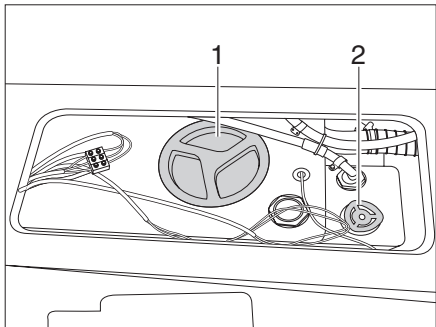
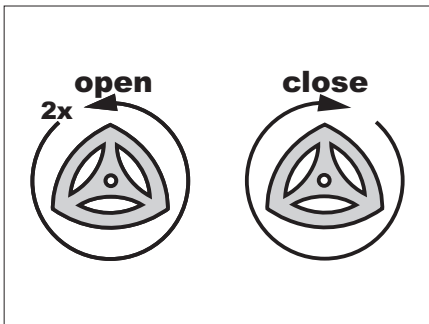

Bild 94 Vattentank
Bild 97 Fyll vattentank - tappa av
På vattentanken sitter 2 lock (Bild 94,1).
- ▶ Vrid ratten (Bild 94,2) medurs till stoppläget. Utloppsöppningen i vattentanken är stängd.
- ▶ Skruva av locket (Bild 94,1).
- ▶ Vrid ratten (Bild 94, 2) 2 varv moturs (se även Bild 97).
- ▶ Skruva på locket (Bild 94,1) på vattentanken igen.
- Vrid ratten (Bild 94,2)  $\frac{3}{4}$  varv moturs.
- ▶ Vrid ratten (Bild 94,2) 2 varv moturs.